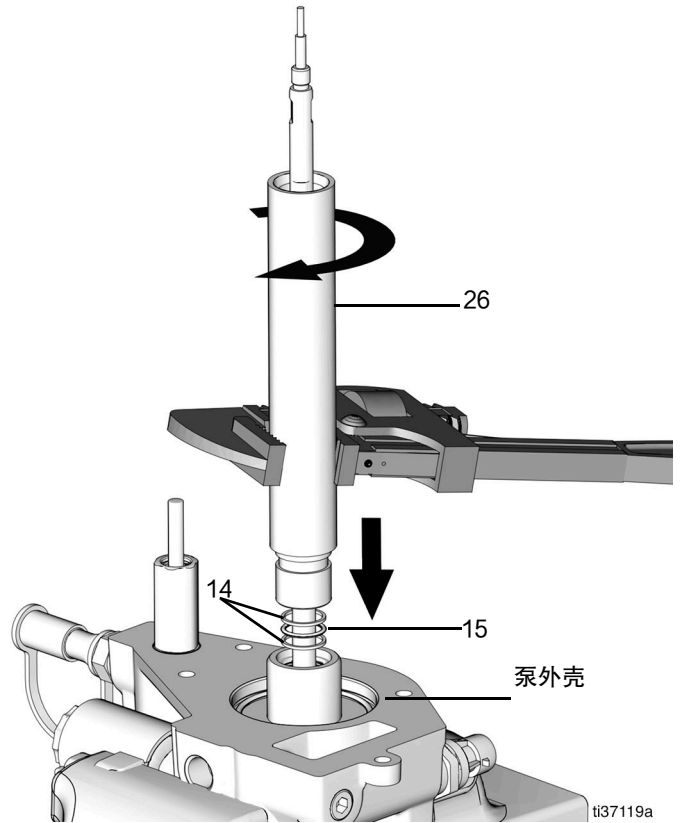

图 55
- 用新的支撑环、O 形圈更换两个支撑环 (14) 和 O 形圈 (15) 并稍微润滑 (图 55)。
- 将延长管 (26) 放在泵杆上并拧紧至泵外壳 (直至力矩达到 32 英尺-磅/43.4 牛·米) (图 55)。涂上中等强度的螺纹锁固剂。